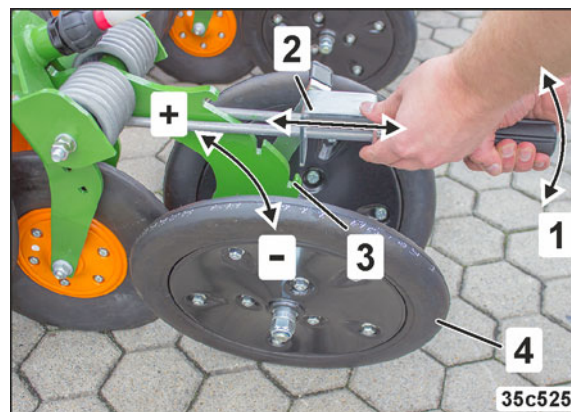

Рис. 179
Регулируемые уплотняющие катки (Рис. 179/4) закрывают посевную бороздку и прижимают почву над внесенным посевным материалом.
1. Приподнимите рычаг (Рис. 179/1) и зафиксируйте ползун (Рис. 179/2) в зубчатом сегменте (Рис. 179/3).